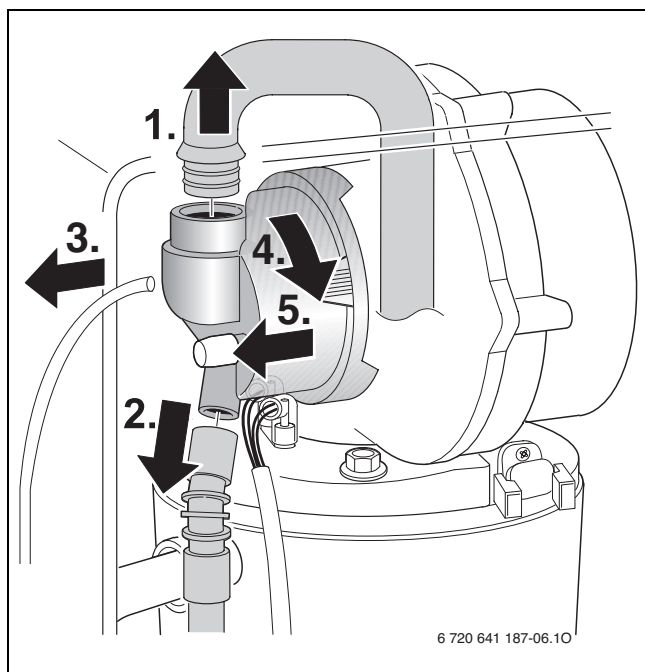

Fig. 51
- ▶ Desmontar o dispositivo de mistura [1] conforme a fig. 51.